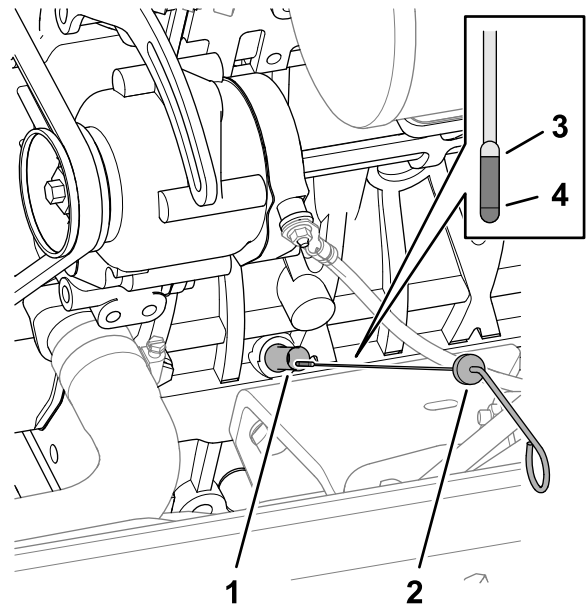

Figure 78
3. Sur le côté droit du moteur, retirez la jauge de son tube (Figure 78) et essuyez-la sur un chiffon propre.